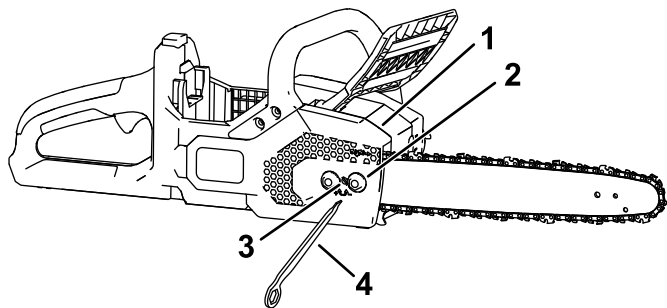

Figura 31
5. Usando la herramienta multiuso integrada, afloje las tuercas prisioneras de la cubierta lateral, pero no la retire (Figura 31).
7. Usando la herramienta multiuso integrada, ajuste la tensión de la cadena, y luego sujete la cubierta lateral a la motosierra apretando las tuercas prisioneras (Figura 31).
2. Retire la cubierta lateral aflojando las 2 tuercas prisioneras que la sujetan (Figura 31).
3. Afloje la cadena girando el tornillo de apriete de la cadena en sentido antihorario (Figura 31).